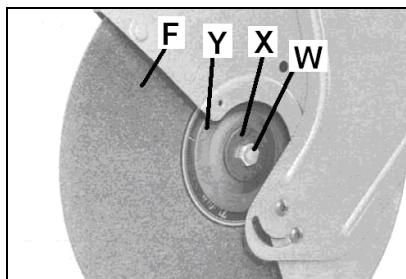

Fig 10
Appuyer sur le dispositif d'arrêt de broche (C) et desserrer la vis de blocage (W, Fig 10) avec la clé jointe à la livraison.